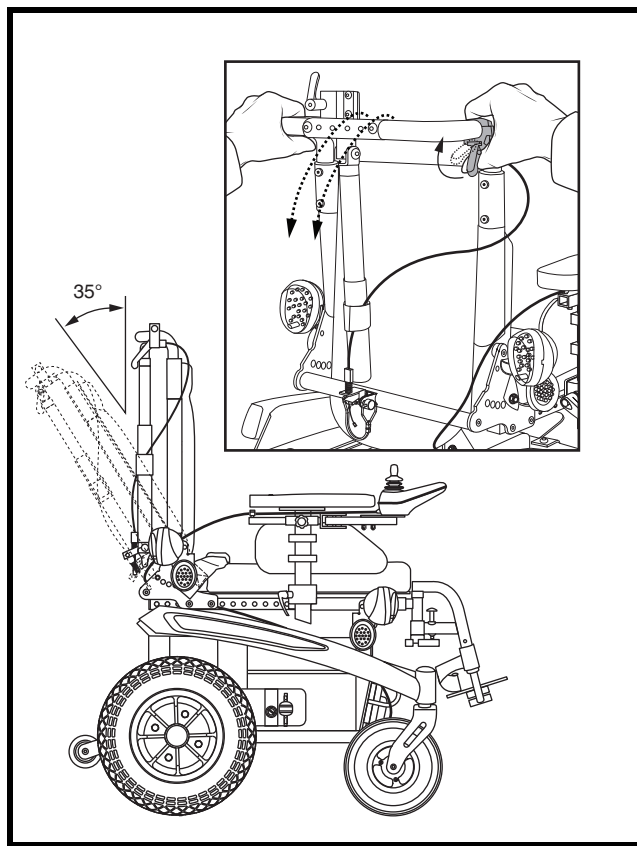

Figure 11. Siège à dossier inclinable
1. Appuyez sur le levier de libération du dossier du siège. Voir la figure 11.